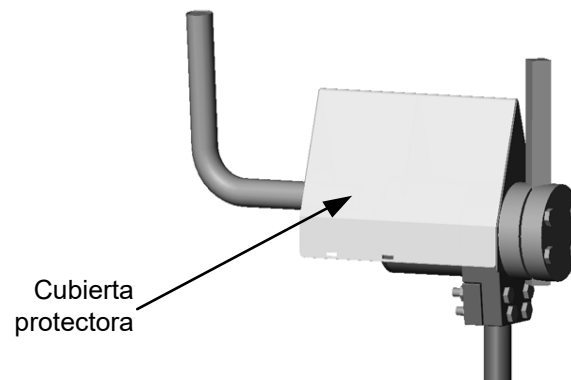

Ilustración 3: Cubierta protectora colocada sobre el cabezal
- Puede colocarse una cubierta protectora sobre el cabezal para proteger el sensor frente a la caída de materiales y evitar una acumulación innecesaria de materiales sobre el cabezal (Ilustración 3).